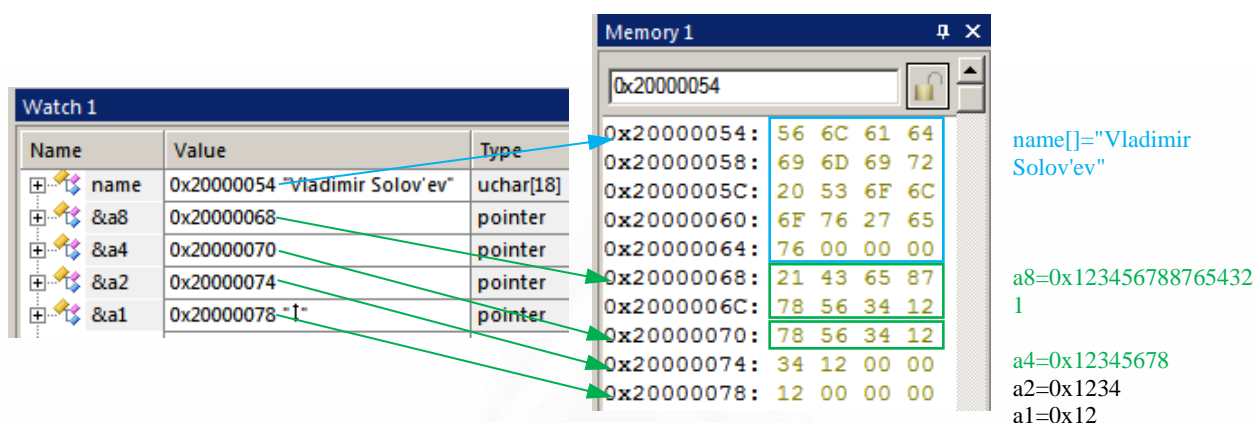

Рисунок 1.17 – Представление переменных в памяти МК.
- 4) Адреса расположения в памяти переменных 'a1,b1,...,b8,c8, name1÷3' (подобно рис. 1.17).